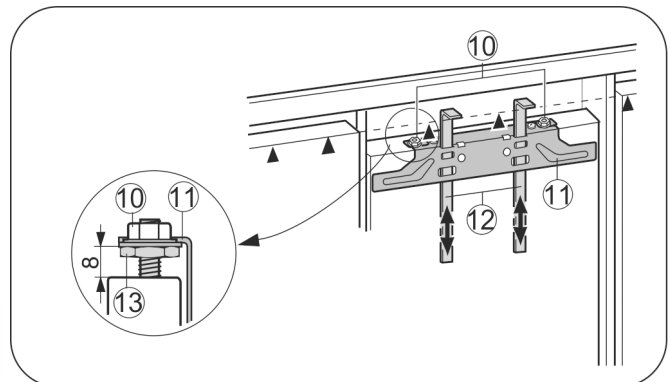

Fig. 17
- ▶ Σπρώξτε προς τα επάνω τους οδηγούς τοποθέτησης Fig. 17 (12) στο ύψος της πόρτας του επίπλου. Κάτω ακμή τερματισμού ▲ του οδηγού τοποθέτησης = ένα ακμή της πόρτας επίπλου που θα τοποθετηθεί.
- ▶ Ξεβιδώστε την τραβέρσα στερέωσης Fig. 17 (11) με τα κόντρα παξιμάδια Fig. 17 (10).